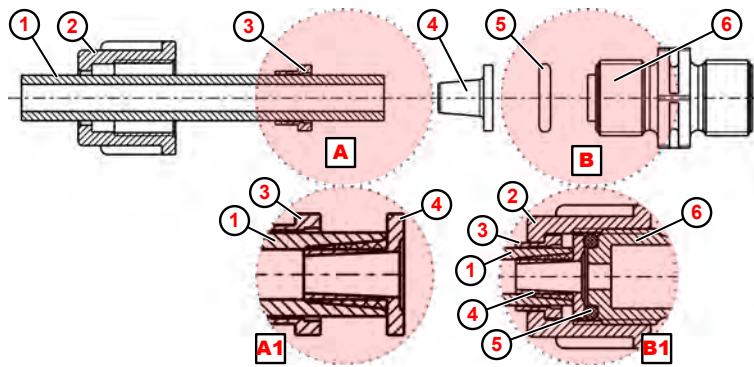

Abb. 8: Rohr- Schlauchanschluss mit Kegelteil
1. ➤ Schlauch (Abb. 8 , ①) gerade abschneiden.
2. ➤ Überwurfmutter ② über Schlauch ① schieben.
3. ➤ Spannteil ③ über Schlauch ① schieben.
4. ➤ Schlauch ① bis zum Anschlagbund auf Kegelteil ④ schieben (Detail Ⓐ1).
5. ➤ Spannteil ③ Richtung Kegelteil ④ schieben bis Widerstand spürbar ist.
6. ➤ O-Ring ⑤ in Nut von Saug- bzw. Druckventil ⑥ legen.
7. ➤ Überwurfmutter ② festziehen (Detail Ⓑ1).